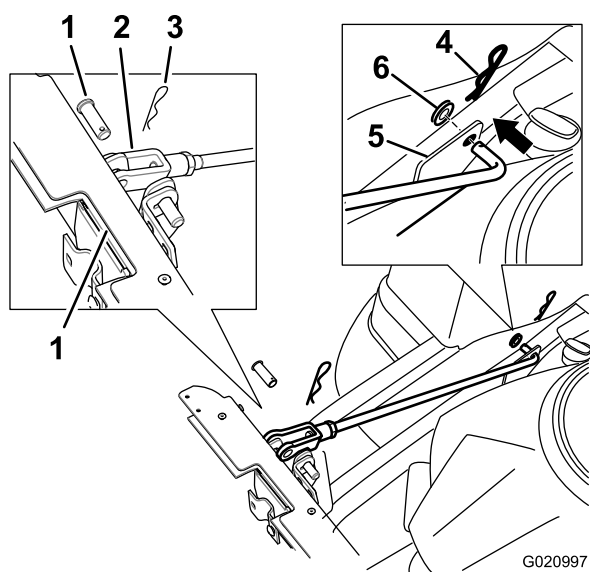

Figure 7
7. Montez deux tiges de support de chaque côté du cadre du système de ramassage. Placez le support existant entre la roue motrice arrière et le bâti (Figure 7).
8. Insérez les extrémités coudées de la tige dans le cadre du système de ramassage, comme montré à la Figure 7. Fixez les extrémités de la tige à l'aide d'une rondelle et d'une goupille fendue.
- Fixez le côté chape des tiges au cadre du système de ramassage à l'aide d'un axe de chape et d'une goupille fendue (Figure 7).